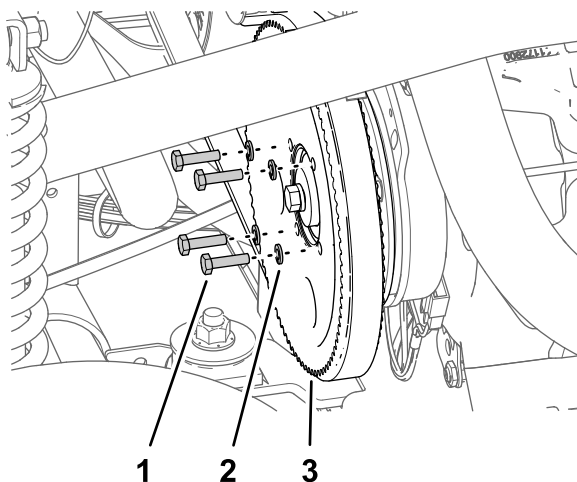

Рисунок 178
3. Отверните 4 болта ($\frac{1}{4} \times 1$ дюйм) и снимите 4 стопорные шайбы ($\frac{1}{4}$ дюйма), которые крепят шкив к насосу опрыскивателя (Рисунок 178).